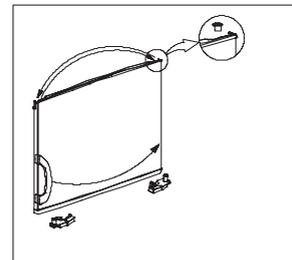

Abb. 9
8. Die obere Hülse entfernen und auf der linken Seite einsetzen (Abb. 9). Die Schraube der Gefrierraumtürhalterung auf der rechten Seite und die Halterung entfernen. Die linke Halterung auf der linken Seite montieren (Abb. 9). (Es kann die zusammen mit dem Bedienhandbuch gelieferte Halterung für die Gefrierraumtür (links) verwendet werden).